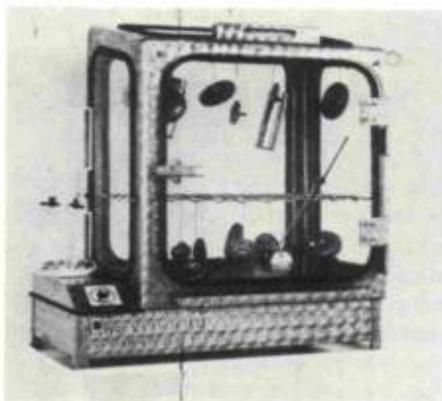

Fig. 14: Aparelhagem para ensaio com água de condensação com e sem SO₂, conforme DIN 50 017 e DIN 50 018 (Fabricante Koehler KG, Lipperohle)
Um método de ensaio com a aparelhagem ilustrada na Fig. 14 já foi descrito em 1951 (1). Na Alemanha